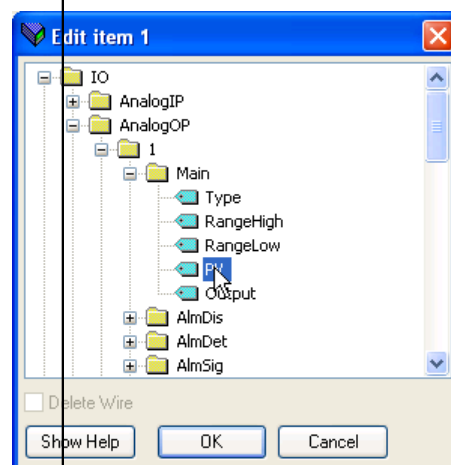

Figure 7.8.1b Fenêtre de navigation dans les paramètres
4. Une fenêtre de navigation dans les paramètres apparaît (figure 7.8.1b) pour la rangée sélectionnée (1 dans la figure) et permet à l'utilisateur de sélectionner un paramètre.